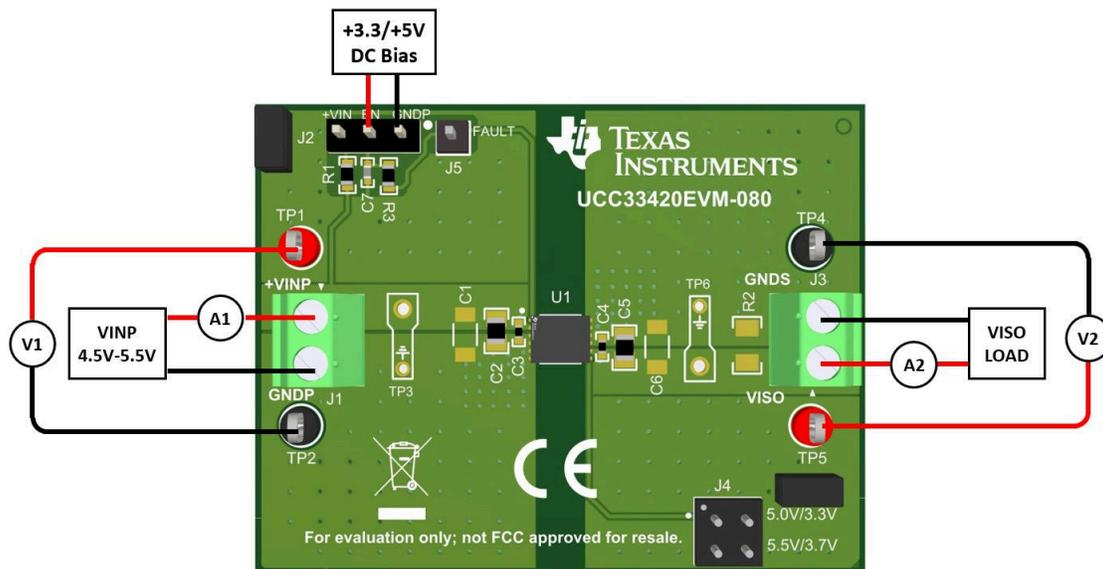

图 2-1. 典型效率测量设置
UCC33420EVM-080 EVM 利用螺纹接线端子快速连接到 V_{INP} 和 VCC。EN 连接通过引脚连接器来实现。连接适当的电流表和电压表，如图 2-1 所示，以便可以进行准确的 EVM 效率测量。
3. 在 J3:1 (V_{ISO}) 和 J3:2 (GNDS) 之间连接一个可变负载。如果使用电子负载，则设置为恒定电流 (CC) 300mA。在 EVM 通电之前，将负载保持为禁用状态。
4. 当设置在低 mA 范围内时，某些电子负载无法调节/稳定 CC。通过插入电流表来监测输入电流和负载电流，如图 2-1 所示。电流探头可以与示波器结合使用，以验证由电子负载调节的直流电流的稳定性。